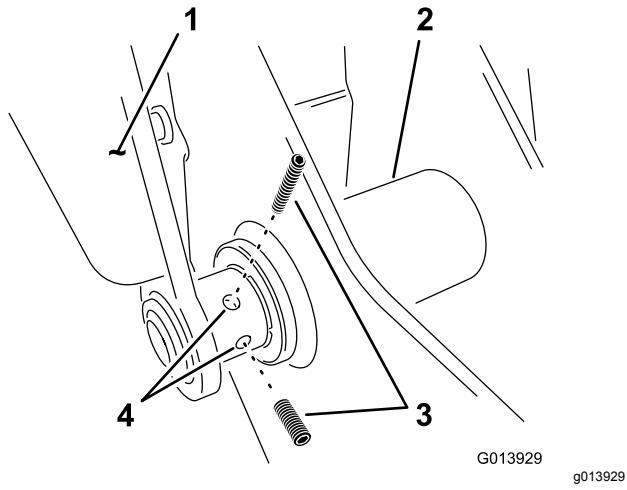

Рисунок 17
9. Установите два установочных винта в левый рычаг в нижней точке шарнира (Рисунок 17).